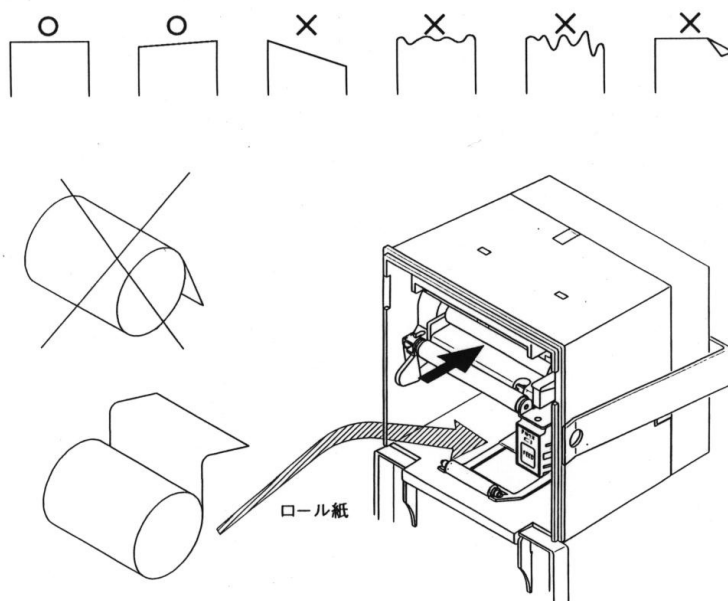

図 8.1 印字用紙のセット
- ① コアには用紙を糊付けしないでください。及び、END マーク(赤マーク等)のある用紙を使用して下さい。
- ② 薬品、油などが接触すると発色したり記録が消えることがあります。
- ③ 爪や硬い金属などで紙面を強くこすると発色することがあります。
- ④ 約70°Cから発色が始まります。熱、湿気、光などの影響には注意して下さい。
(2) 印字用紙のセット方法
- ① 前面カバーを開けて下さい。
- ② 印字用紙の先端を図 8.1 のように直角にカットして下さい。
- ③ 用紙の巻方向を確認し、ロール紙をケース内部に入れて下さい。
- ④ 印字用紙の先端をプリンタメカの挿入口に真直に差込みます。
- ⑤ 用紙のゆるみを取り、前面カバーを閉めて下さい。
- ⑥ 必要に応じて FEED スイッチを押して用紙送りをして下さい。